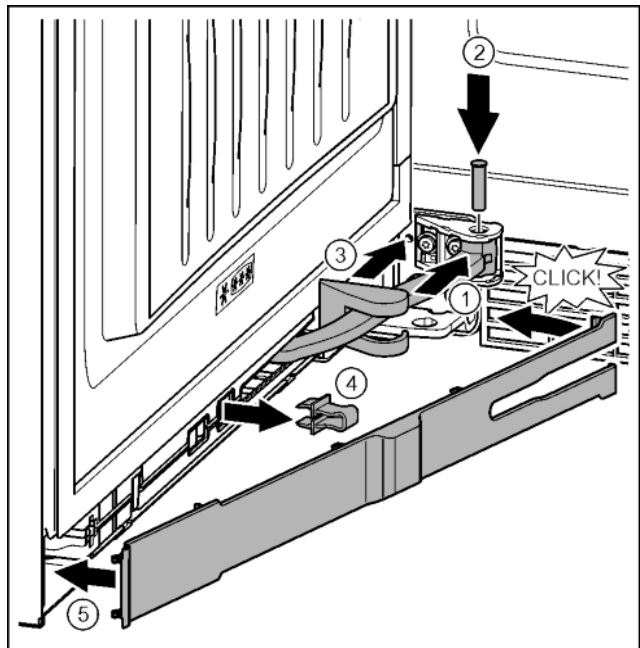

Fig. 40
- ▶ Gelenk in Aufhängung drehen. *Fig. 40 (1)*
- ▶ Bolzen mit einem Schraubendreher T15 in Aufhängung und Gelenk einsetzen. Dabei darauf achten, dass der Rastnocken korrekt in der Nut sitzt. *Fig. 40 (2)*
- ▶ Lagerbockabdeckung entlang des Gelenks schieben und über der Aufhängung montieren. *Fig. 40 (3)*
- ▶ Sicherung abnehmen. *Fig. 40 (4)*
- ▶ Blende griffseitig ansetzen und einschwenken. *Fig. 40 (5)*